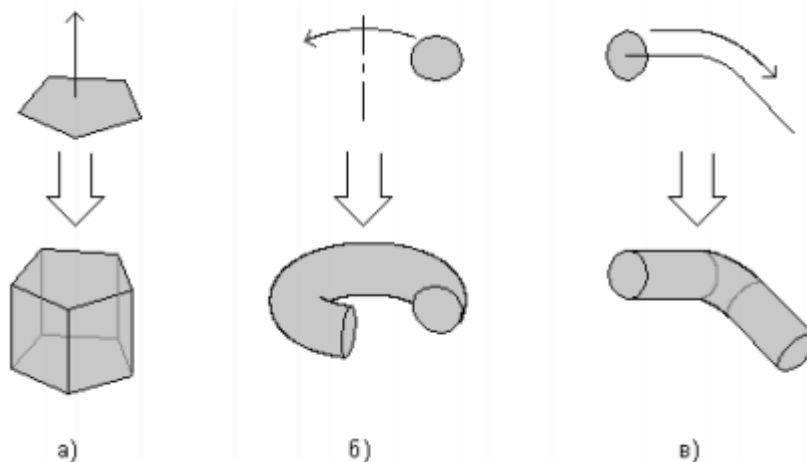

Рис. 1. Образование объемных элементов:
В Компас-3D LT существует несколько операций, позволяющих создать объемный элемент (рис.1).
Операция выдавливания позволяет создать основание детали, представляющее собой тело выдавливания. Тело выдавливания образуется путем перемещения эскиза в направлении, перпендикулярном его плоскости (см. рис. 1 а).
**Операция вращения** позволяет создать основание детали, представляющее собой тело вращения. Для применения операции вращения должен быть создан эскиз и задана ось вращения (см. рис. 1 б).
**Кинематическая операция** позволяет создать основание детали, представляющее результат перемещения эскиза-сечения вдоль эскиза-траектории (см. рис. 1 в).